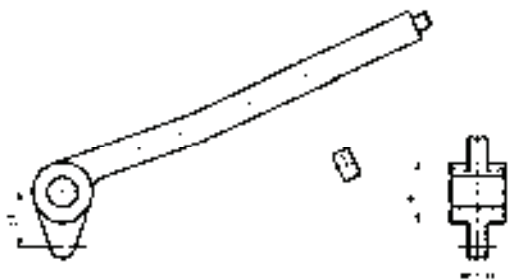

图 6-51 标注线性尺寸
3) 标注线性尺寸。单击“标注”工具栏中的“线性”按钮，标注线性尺寸，结果如图 6-51 所示。